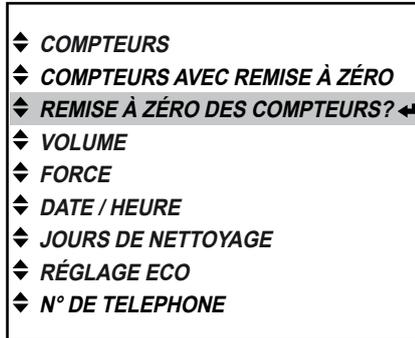

Fig. 56
- Activez le menu « REMISE À ZÉRO DES COMPTEURS ? » dans le mode responsable et appuyez sur la touche d'entrée ◀ pour l'afficher (fig. 56)